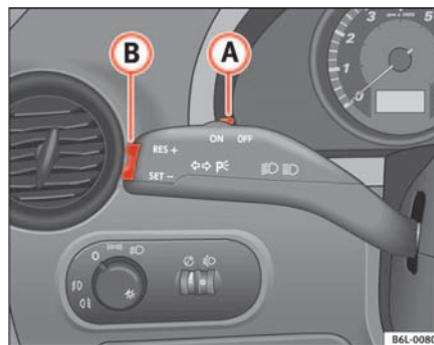

Abb. 100 Blinker- und Fernlichthebel: Schalter und Wippe für GRA
- Drücken Sie den oberen Teil der Wippe **RES+** ⇒ Abb. 100 (A), um die Geschwindigkeit zu erhöhen. Solange Sie die Wippe gedrückt halten, beschleunigt das Fahrzeug. Sobald Sie die Wippe loslassen, wird die neue Geschwindigkeit gespeichert.
Wenn Sie die gespeicherte Geschwindigkeit durch Treten des Bremspedal verringern, ist die Regelung der gespeicherten Geschwindigkeit ausgeschaltet. Sie können durch einmaliges Drücken des oberen Teils der Wippe **RES+** → Seite 145, Abb. 100 **(A)** die Regelung wieder aufnehmen.